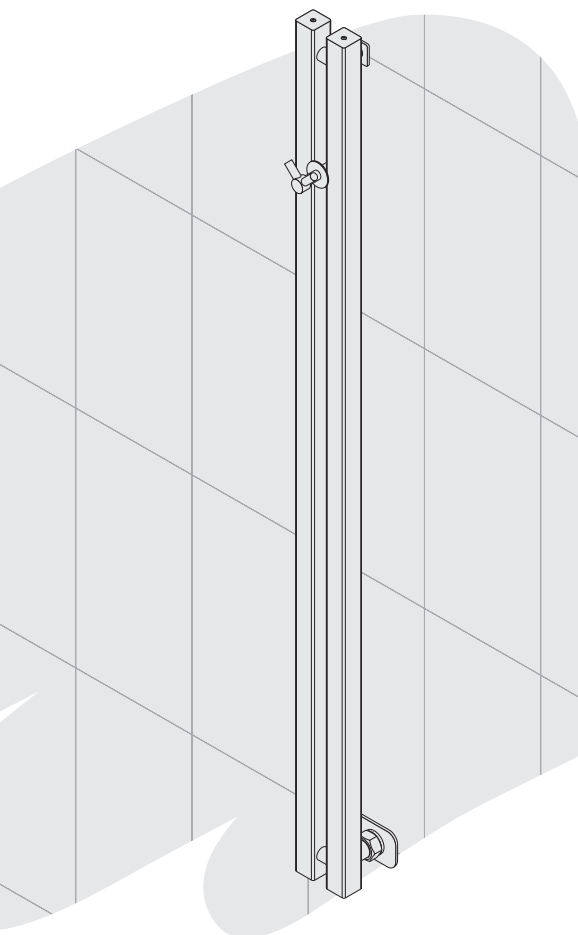

Рис.9
5.10. Установите вешалку «Виктория» (рис. 9, 10).